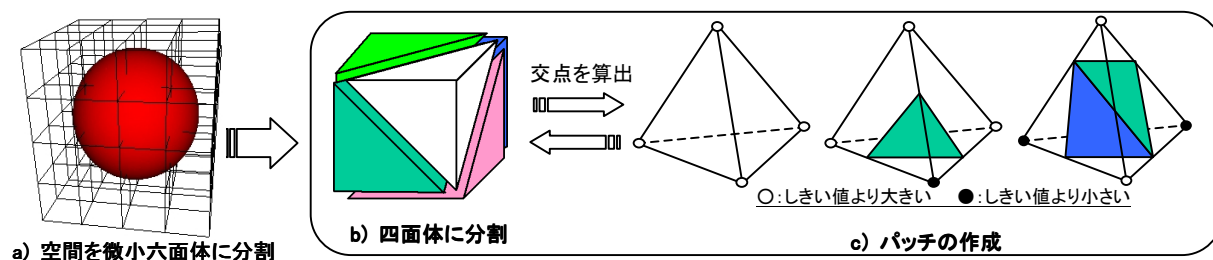

Fig. 1 空間の切り分けと三角形の割り当て
- ①四面体メッシュの作成：空間に敷き詰めた各六面体を六個の四面体分割した(Fig. 1 - b)。
- ②交点の算出：まずメッシュの各頂点における値を算出する。そして、各格子点上の値を等値面における値(しきい値)との大小で分類し、端点の一方の点がしきい値より大きく、もう一方がしきい値より小さいとき、曲面がその稜線と交差するとみなし、線形補間を用いて交点を算出した (Fig. 1 - c)。
- ③パッチの作成：四面体内で作成されるパッチのパターンはしきい値に対する各格子点における値の大小の組み合わせで決定でき、それを大きく分けると僅か3通り(Fig. 1 - c)となるので、あらかじめそれぞれのパターンごとにテーブルを作成し、それをもとにパッチを作成した。